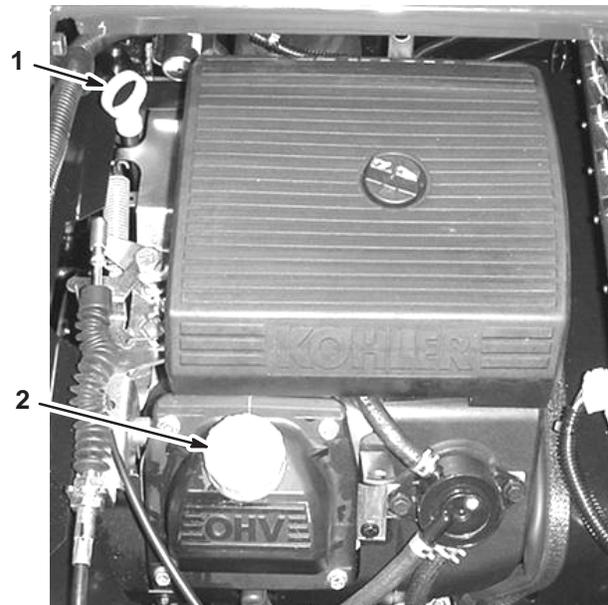

Bild 6
2. Nehmen Sie den Peilstab heraus und wischen Sie ihn mit einem sauberen Lappen ab (Bild 6). Stecken Sie den Peilstab in das Rohr und stellen Sie sicher, dass er vollständig eingeführt ist. Entfernen Sie den Peilstab und kontrollieren den Ölstand.
3. Nehmen Sie bei niedrigem Ölstand den Fülldeckel von der Ventilabdeckung (Bild 6) ab und gießen Sie so viel Öl ein, dass der Ölstand die „Voll“-Marke am Peilstab erreicht; siehe „Warten des Motoröls“ auf Seite 34 für die korrekte Ölsorte und -viskosität. Gießen Sie Öl langsam ein und kontrollieren den Ölstand häufiger während des Füllens. **Füllen Sie nicht zu viel Öl ein.**